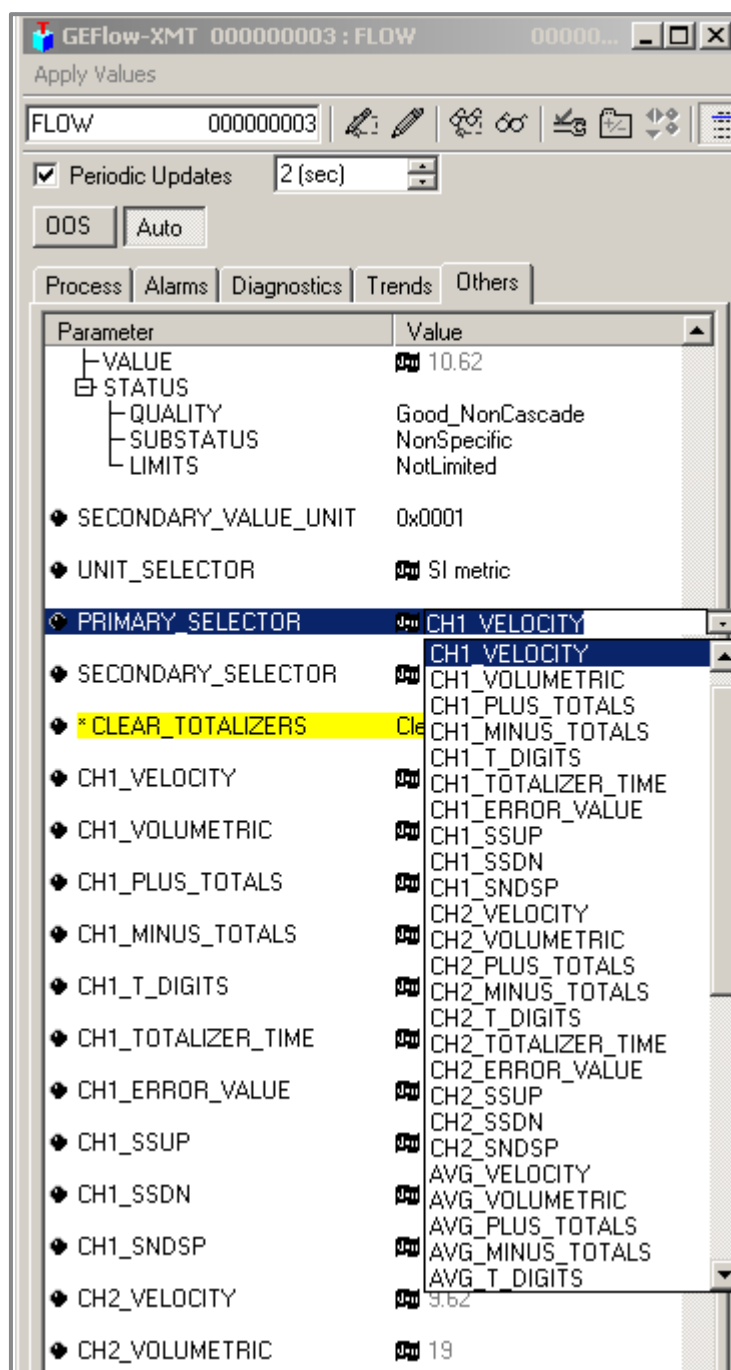

Рисунок 43: Выпадающий список основного селектора
3. В выпадающем списке выберите **Clear** (Очистить) (см. рис. 43).